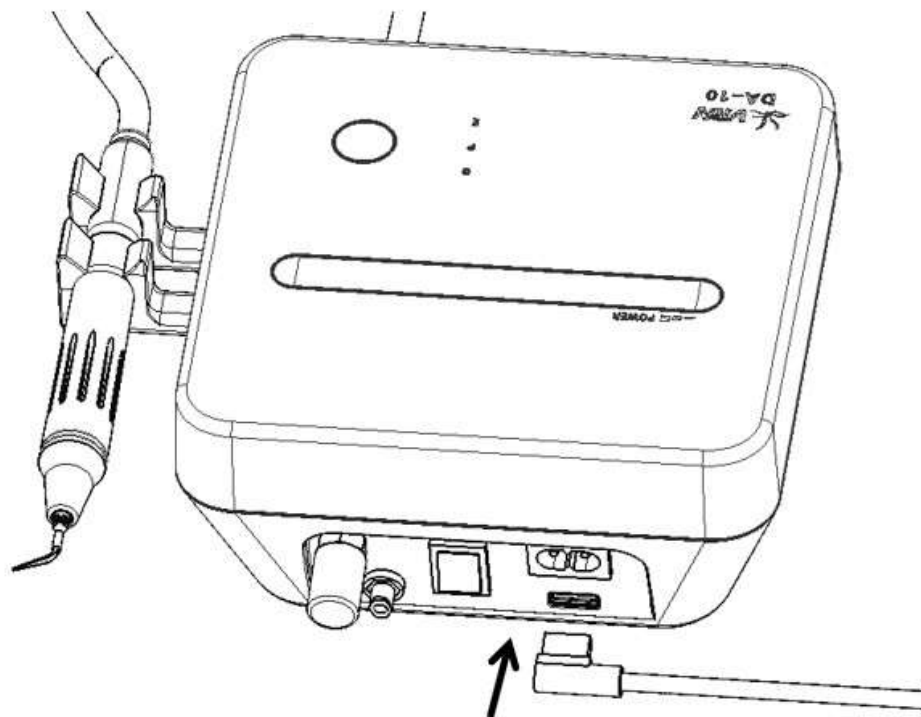

Рисунок 2.3
- 3) Уставте акумулятор у гніздо бездротового ножного перемикача (див. рис. 2.3).